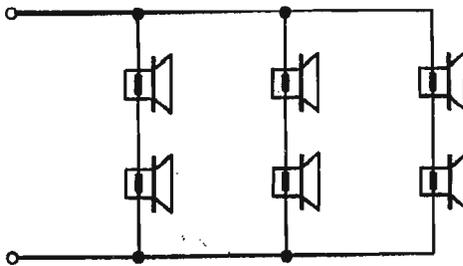

FIG. 7
A. 1 PT203A et 1 ou 2 HM10C, selon schéma figure 7.
B. 1 P25A et 1 ou 2 HM10C, selon schéma figure 7.
G. 1 P21A et 1 ou 2 HM10C, selon schéma figure 7.